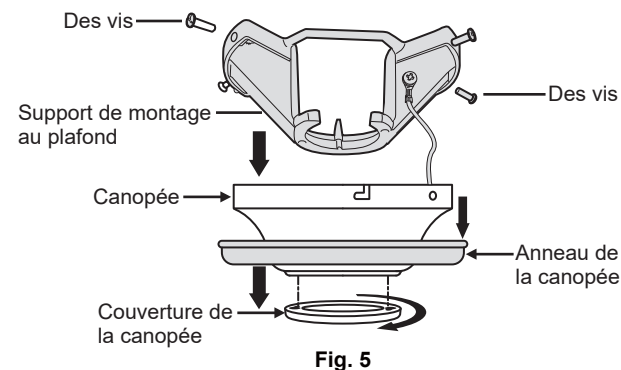

Fig. 5
Étape 1. Retirez le couvercle inférieur du dais décoratif du dais. (Fig. 5)
Étape 2. Retirez le cache-vis de montage décoratif de l'auvent et desserrez les quatre vis situées sur le dessus de l'auvent. Retirez les deux vis non fendues et desserrez les vis fendues. Cela vous permettra de retirer le support de fixation au plafond. (Fig. 5)
Étape 3. Retirez le support de fixation au plafond de l'auvent en desserrant les deux vis situées au bas du support de fixation au plafond. Tournez le dais dans le sens antihoraire et retirez-le. (Fig. 5)